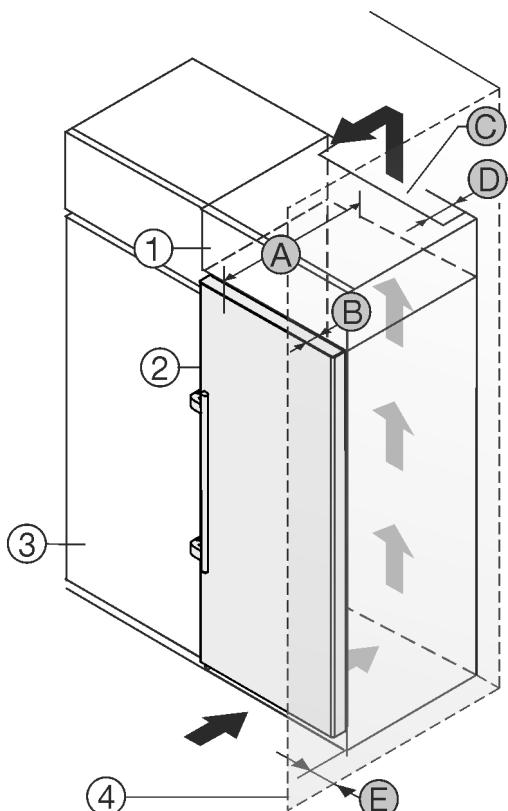

Fig. 2
Установите устройство непосредственно рядом с кухонным шкафом Fig. 2 (3).\*
На задней стенке дополнительного шкафчика должен быть вентиляционный канал с глубиной Fig. 2 (D) по всей ширине этого шкафа.\*
Нужно соблюдать вентиляционное отверстие Fig. 2 (C) под нижней панелью.\*
Если устройство установлено на шарнирах у стены Fig. 2 (4), то расстояние между устройством и стеной должно быть не менее 57 мм. Настолько выступает ручка при открытой дверце.\*
Чтобы можно было полностью открыть двери, устройство должно выступать на глубину двери Fig. 2 (B) относительно передней стенки кухонного шкафа. В зависимости от глубины кухонных шкафов Fig. 2 (3) и использования пристенных распорок устройство может выступать и больше.\*